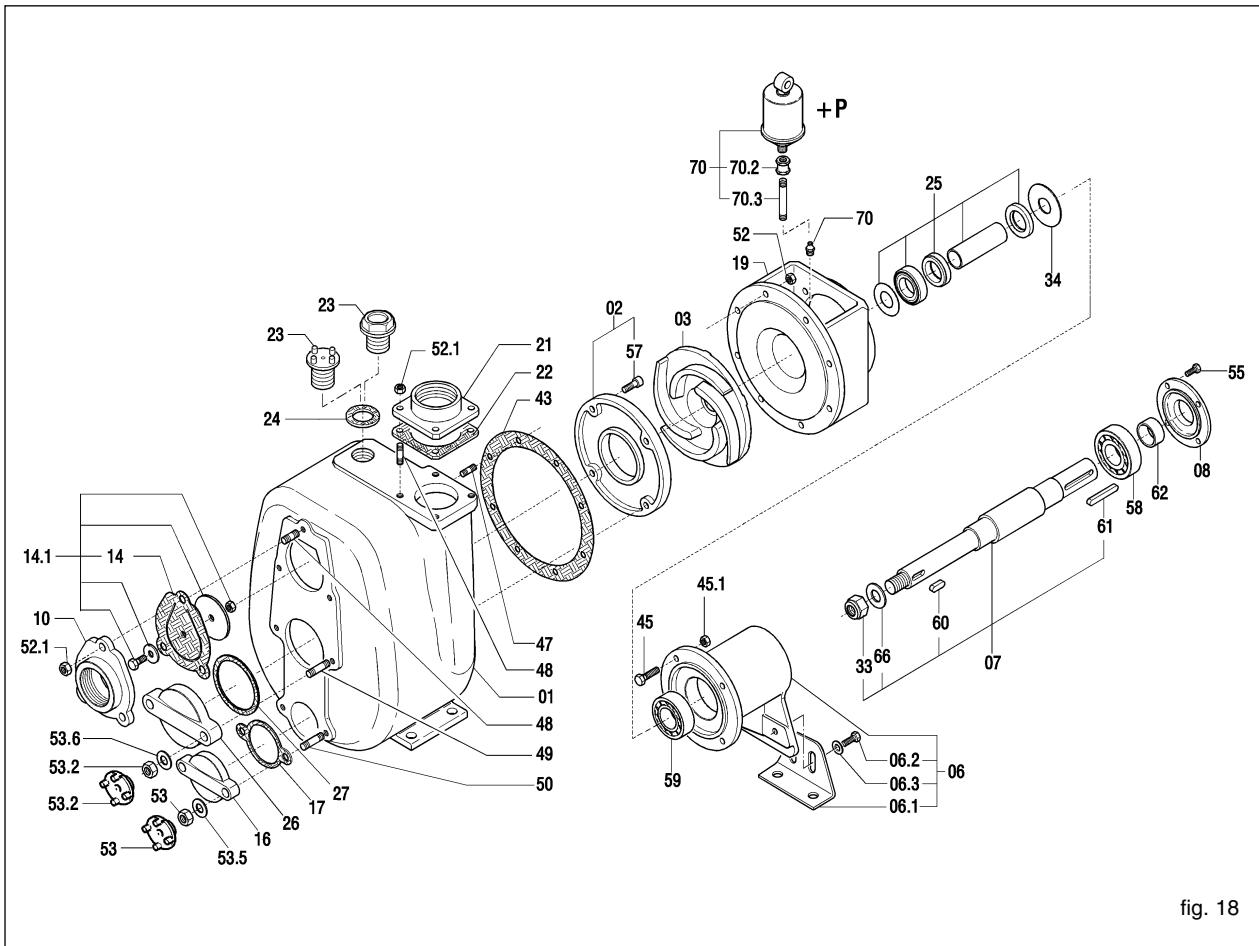

fig. 18
12.2 Remplacement de la turbine (fig. 18)
- Dévisser les écrous (52) et enlever le corps de la pompe en veillant à ne pas abîmer le joint (43).
- Bloquer la turbine (03) et dévisser l'écrou à blocage automatique (33).
- Remplacer éventuellement le joint (43).
12.3 Remplacement de la plaque d'usure (fig. 18)
- Dévisser les vis à tête hexagonale encastrée (57).
- Enlever et remplacer la plaque d'usure (02).
12.4 Remplacement de la soupape (fig. 18)
- Retirer le porte-soupape (10).
- Retirer la soupape (14).
- Nettoyer le logement de la soupape du porte-soupape (10) et le remonter.
12.5 Remplacement de la garniture de type 1 ou 2 (référence fig. 18, 19 et 20).
- Bloquer la turbine (03) et enlever l'écrou à blocage automatique (33).
- Retirer le porte-moteur (19). La partie tournante de la garniture (40) montée sur l'entretoise (31) s'enlève automatiquement en même temps que celui-ci.
- Enlever la contre-face (39) ainsi que le joint correspondant (38) du porte-moteur.
- Démonter le pare-huile (41).
12.7 Entretien des roulements (fig. 18)